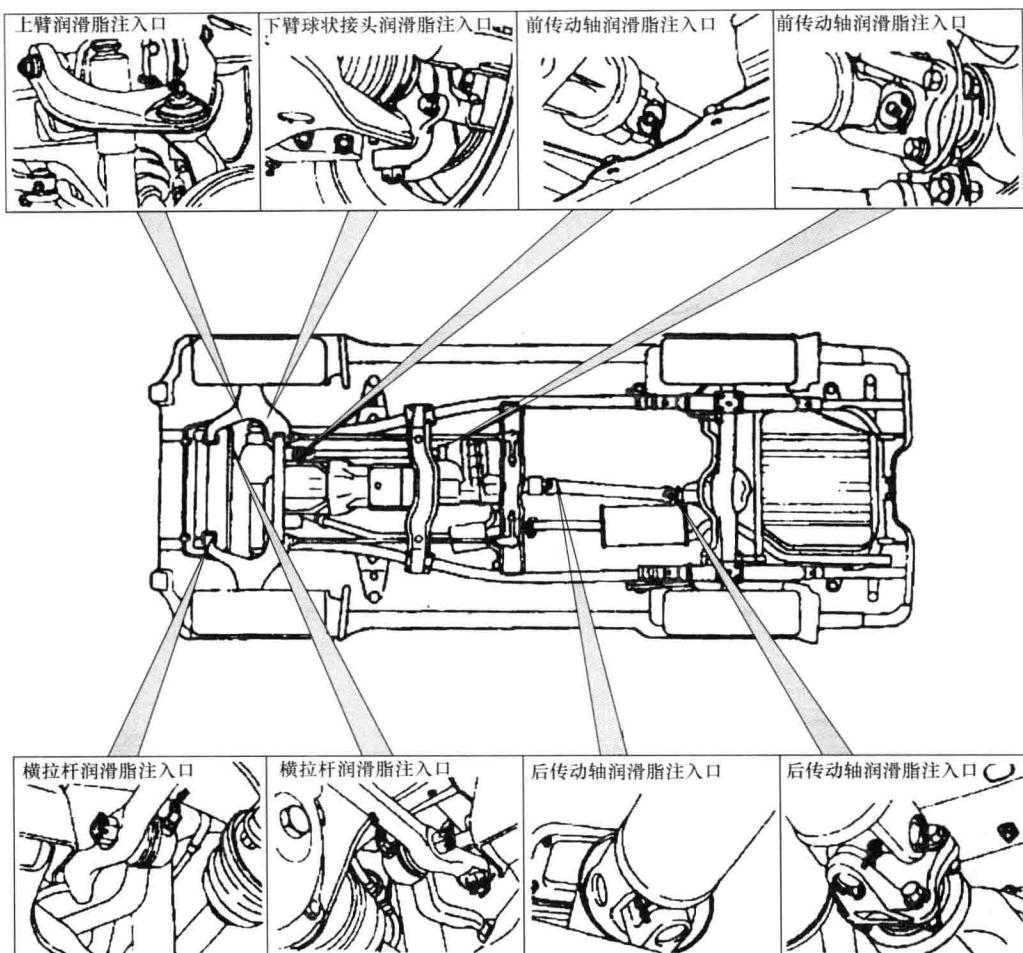

图 1-6 涉水前加油点
2) 加油点如图 1-6 所示,给前悬架装置、转向联动装置和传动轴的各加油点涂上油脂。